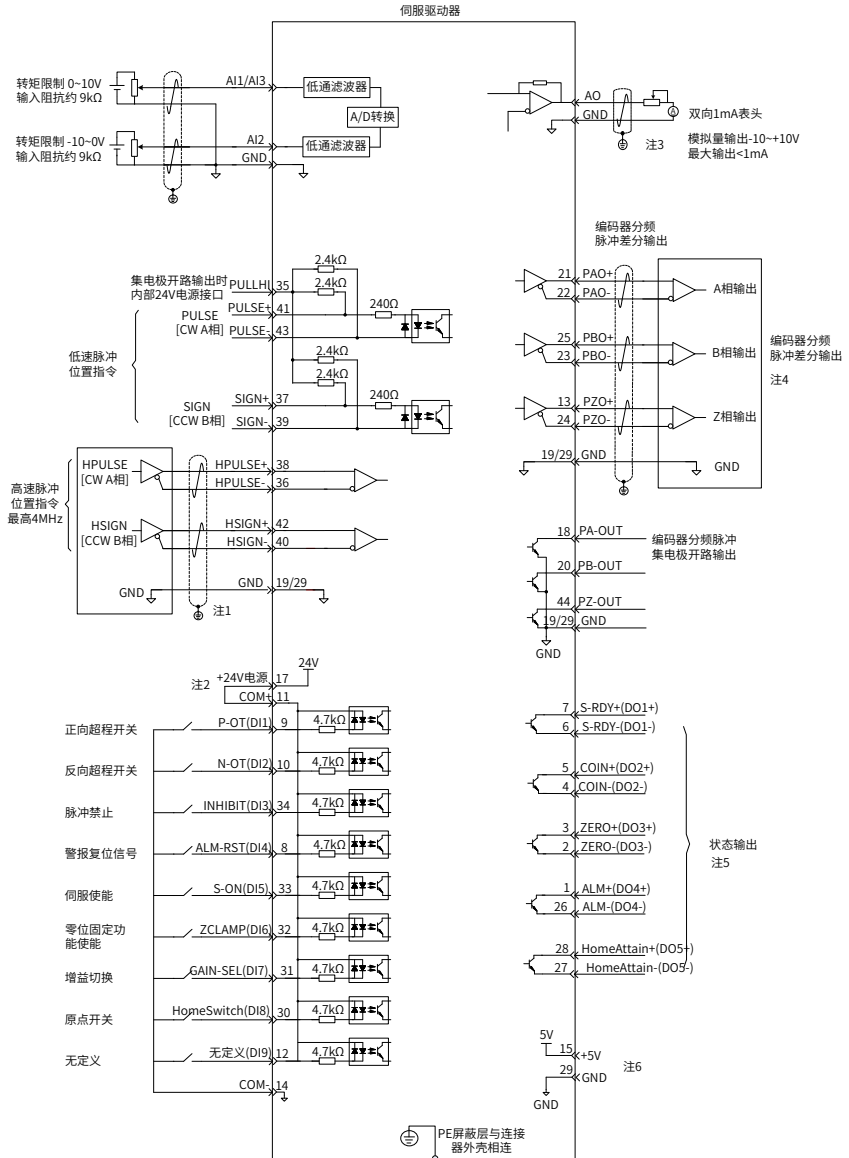

图 4-2 位置模式配线图
- 3) 参考图 4-2 配线说明连接 CN1 端子中的脉冲方向输入和脉冲指令输入以及必要的 DI/DO 信号，如伺服使能，定位完成信号等。